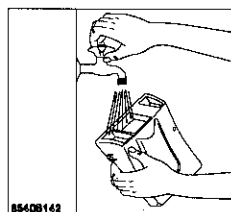
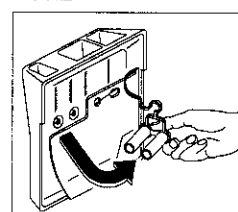

Abb.3
Abb.4
Reinigen Sie den Behälter unter laufendem Wasser mit einer Bürste oder Lappen (Abb.3). Achten Sie darauf, daß die Syphons auf der Rückseite der Einspülkammern nicht verstopft sind (Abb.4).
- Entfernen Sie mittels beigefügtem Schraubenschlüssel die beiden roten Abstandshülsen (A), die sich auf der Rückseite des Gerätes befinden (Abb.3).
- Die jetzt sichtbaren Löcher müssen mit den bereitgestellten Stöpseln (B) verschlossen werden (Abb.4).